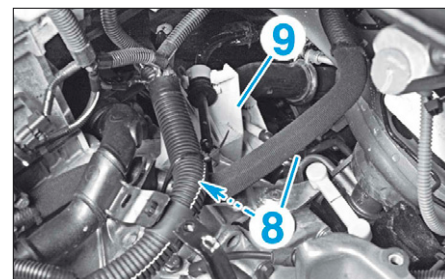
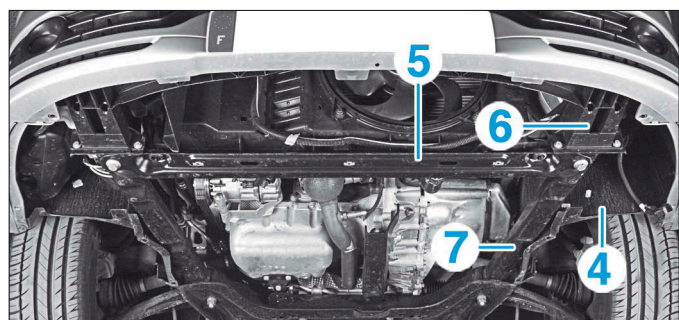

FIG. 6
FIG. 5
- la protection du passage de roue avant gauche (4) (Fig.5),
- la traverse de radiateur (5),
- le renfort (6),
- la prolonge de berceau (7),
- les rotules (8) à l'aide de l'outil [1] (Fig.6),
- le support de commande (9).